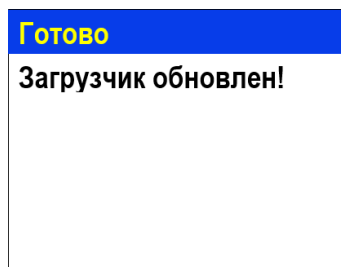

Рисунок 14 - Успешное обновление загрузчика на ППК
- 1.2.8. Дождаться обновления загрузчика (рисунок 14), если необходимо произвести установку прошивки, то переходим к п.2 раздела “Обновление программного обеспечения ППК” данной инструкции, если установка прошивки не требуется, производим отключение питания ППК и адаптера RS-485.